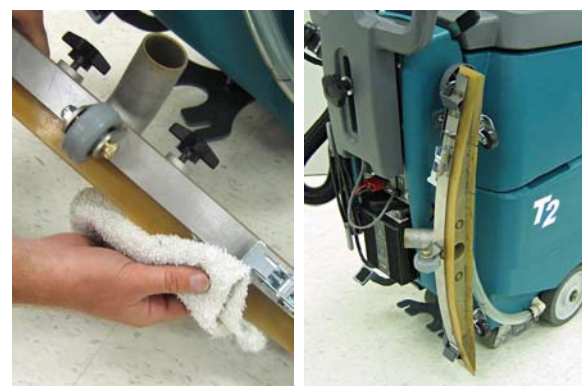

図 39
6. スクイジーブレードをきれいに拭いてください（図 39）。本機を使用していないときは、スクイジーアセンブリを床から浮かせておくか、保管ブラケットに掛けておいてください。